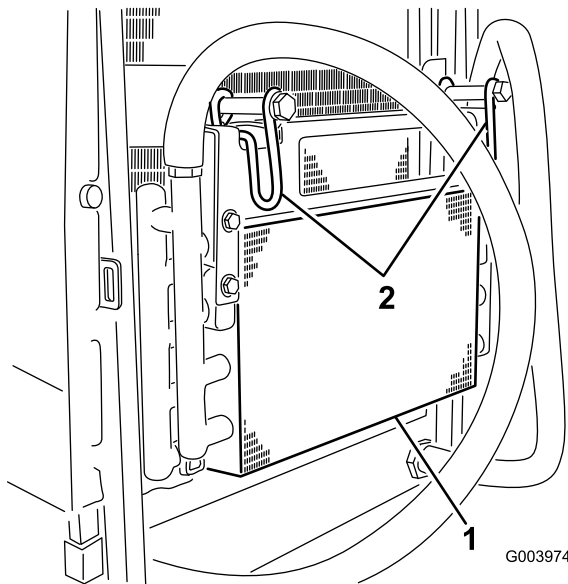

Figura 61
5. Girate i fermi verso l'interno per rilasciare il radiatore dell'olio (Figura 61).